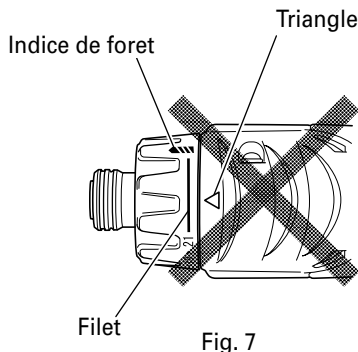

Fig. 7
- N'utilisez pas l'outil avec le sélecteur de débrayage positionné entre le chiffre "21" et la ligne au centre du indice de foret "◁▷▷", vous risqueriez de l'endommager (Voir Fig. 7).